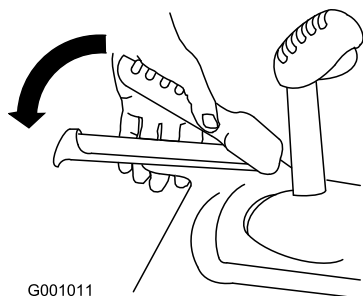

Figure 23
1. Pour engager la transmission aux roues, serrez le levier gauche (déplacement) contre la poignée (Figure 23).